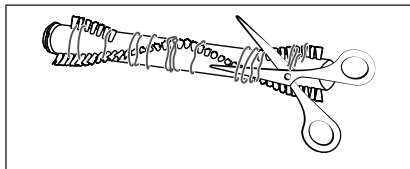

Fig. 26
- 4) Tagliare i fili e i capelli nelle setole del rullo a spazzola **21** utilizzando delle forbici (vedere fig. 26). Rimuovere fili e capelli dal rullo a spazzola **21**.